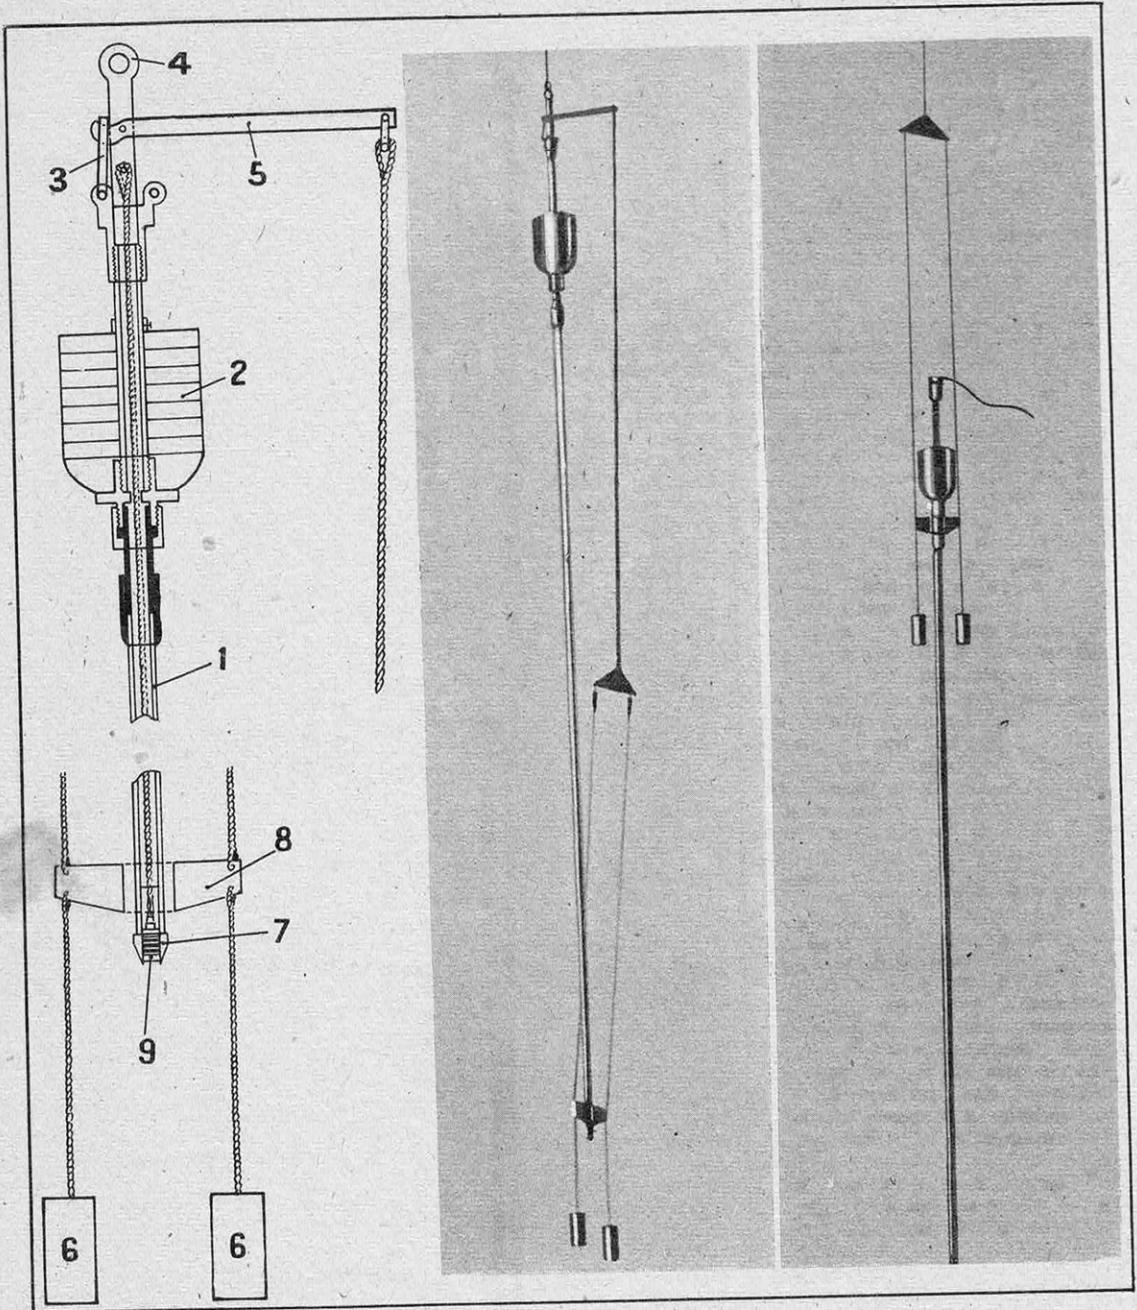

FIG. 6, 7 ET 8. — LE TUBE SONDEUR DE B. KULLENBERG
Lorsque, par son poids, le carottier pénètre dans le sédiment, il se produit au-dessus de la surface du sédiment, entre celui-ci et le piston, une dépression qui force le sédiment à pénétrer dans le tube quand le piston reste immobilisé par rapport au fond sous-marin. Cet appareil, représenté par le schéma de la figure 6 et les photographies des figures 7 et 8, comporte un tube d'acier (1) de 52 mm de diamètre, 14 mm d'épaisseur, 20 m de longueur, chargé de lourds poids (2) dont la valeur est choisie en fonction de la longueur du tube, de la profondeur et de la consistance du sédiment. Ce tube est accroché, au moyen du mécanisme (3), à un anneau (4) fixé au câble qui aboutit, à bord du bâtiment, au treuil. Le mécanisme d'accrochage comporte un levier (5), dont un bras, quinze fois plus long que celui qui supporte le tube, supporte deux masses (6) dont le poids total égale le quinzième de celui du tube et qui se trouvent à un mètre au-dessous de l'extrémité inférieure de celui-ci. Dès que ces contrepois touchent la surface du sédiment, ils commandent le décrochement du tube qui tombe verticalement à grande vitesse ; la diminution de la tension du câble est détectée, à bord du bâtiment, par un dynamomètre, et le treuil stoppe immédiatement, retenant ainsi le piston (7), qui, solidaire de l'anneau (4), se trouve ainsi bloqué juste au-dessus du fond pendant que le tube continue à s'enfoncer dans le sédiment, que la dépression oblige à entrer dans le tube. La bague à oreilles (8) permet le glissement des contrepois le long du tube et supporte le tube à la remontée. A la partie inférieure du tube, juste au-dessus de l'embout (9) en acier dur, se trouve un clapet qui, se déclenchant au début de la remontée, empêche la carotte de glisser hors du tube, même si le sédiment est très fluide.